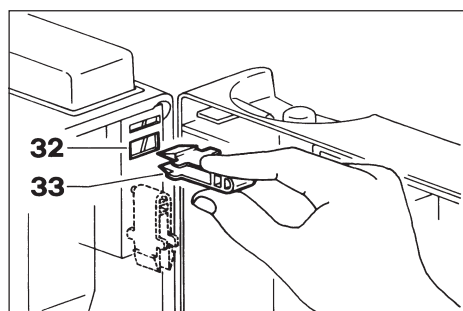

Fig. 14
- Ouvrir la porte et introduire la clef (33) dans la fente (32) de commande de sécurité (Fig. 14).